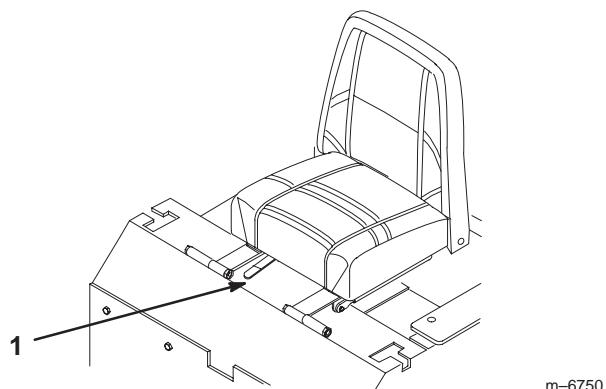

Figure 21
- Poussez le levier sur le côté pour débloquer le siège (Fig. 21).